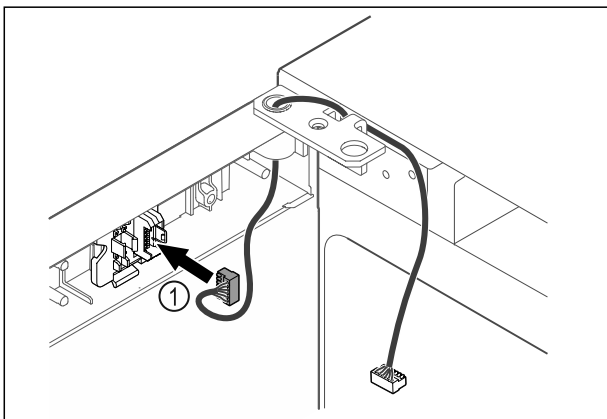

Fig. 44
- ▶ Вкарайте щекера Fig. 44 (1) в държача на щекера.